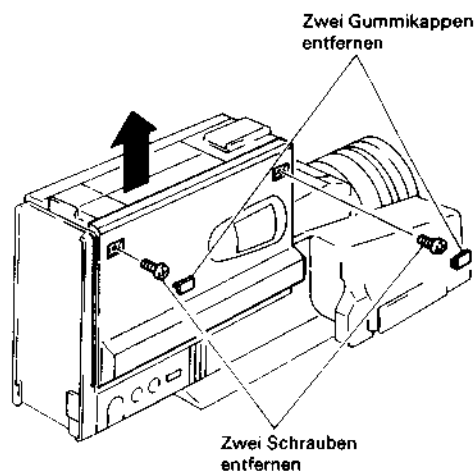

Abb. 2.4 Ausbau des Kassettenfachdeckels
Ausbau des Kassettenfachdeckels (Abb. 2.4)
1. Die zwei (2) Gummikappen entfernen, mit welchen die Kassettenschachtdeckel-Befestigungsschrauben abgedeckt sind (siehe Abb. 2.4).
2. Die zwei (2) Befestigungsschrauben des Kassettenfachdeckels lösen.
4. Den Kassettenfachdeckel ausbauen (siehe Abb. 2.4).